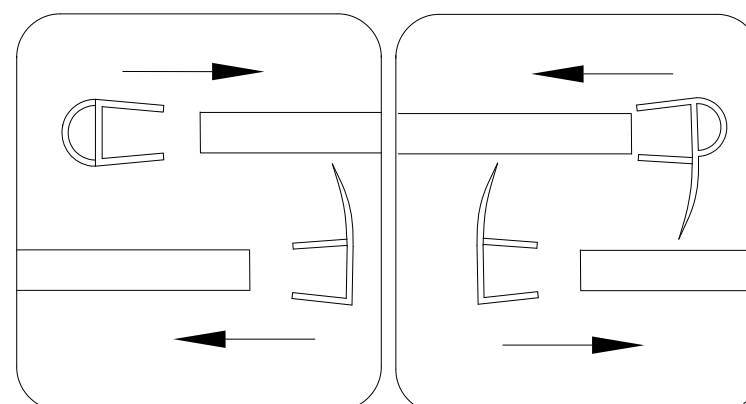

Fig.31
31. Appuyez le butoir (14) sur le bord vertical de la porte coulissante (4) et appuyez la bande anti-eau (15) sur les bords verticaux du petit verre fixe (20). Appuyez la bande anti-eau (15) sur les bords verticaux du grand verre fixe (3) et de la porte coulissante (4). Voir la figure 31.